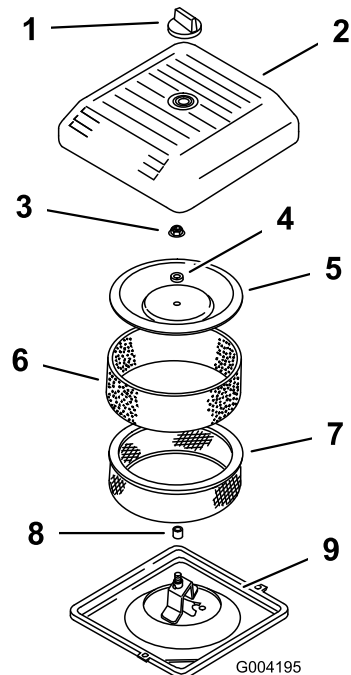

Figure 18
1. Dévissez le bouton et déposez le couvercle du filtre à air (Figure 18).
7. Glissez délicatement le préfiltre en mousse sur l'élément en papier (Figure 18).
8. Reposez le couvercle et fixez-le à l'aide du bouton (Figure 18).
1. Glissez délicatement le préfiltre en mousse sur l'élément en papier (Figure 18).